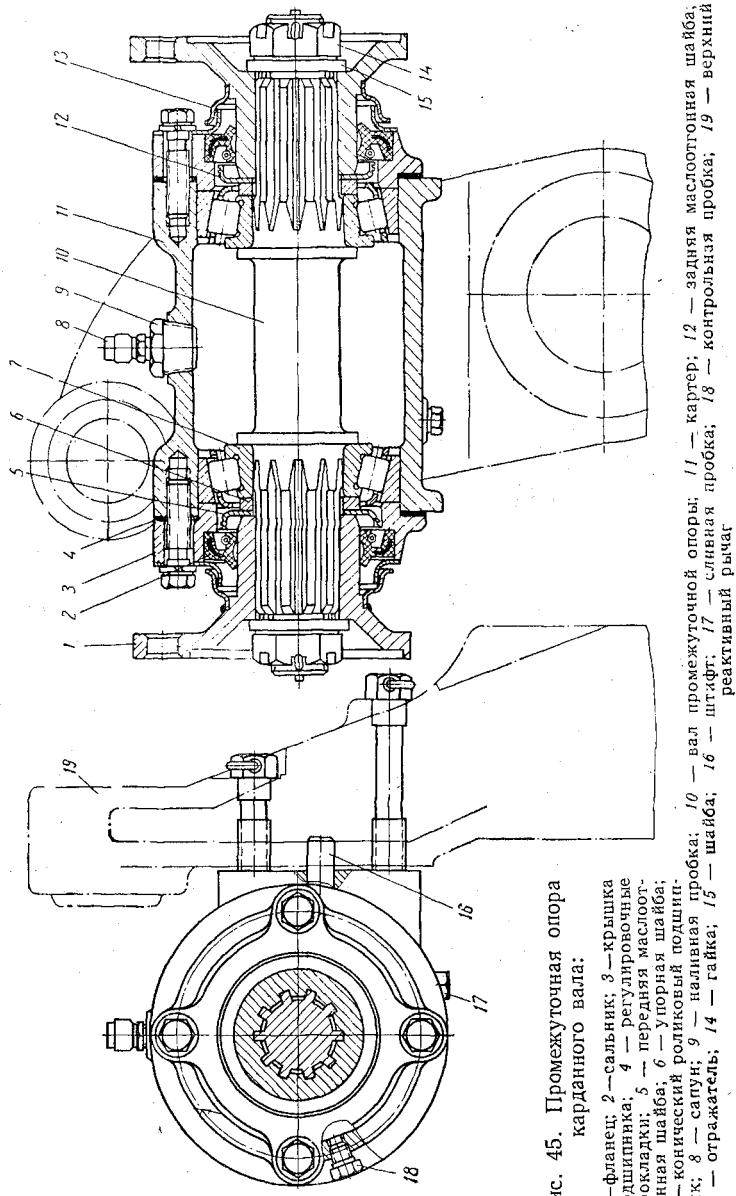

Рис. 45. Промежуточная опора карданного вала:
Промежуточная опора (рис. 45) карданного вала заднего моста укреплена на верхнем реактивном рычаге 19, приваренном к кожуху полуоси среднего моста. Вал 10 промежуточной опоры установлен в картере 11 на двух конических роликовых подшипниках 7.
6. Поддерживать необходимый уровень масла в корпусе промежуточной опоры (см. рис. 45), который должен соответствовать нижней кромке контрольного отверстия.